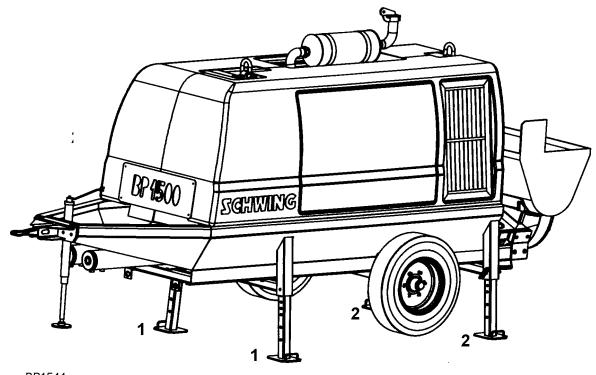

Fig. 2
- Levante la parte delantera de la máquina un poco por la pata de apoyo retráctil (Fig. 1) hasta que queden descargados los estabilizadores delanteros 1 (Fig. 2).
- Descargue los estabilizadores traseros 2 (Fig. 2) bajando un poco la parte delantera de la máquina por medio de la manivela.